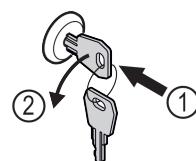

Fig. 160
- ▶ Πιέστε μέσα το κλειδί. Fig. 160 (1)
- ▶ Περιστρέψτε το κλειδί 90° αριστερόστροφα. Fig. 160 (2)